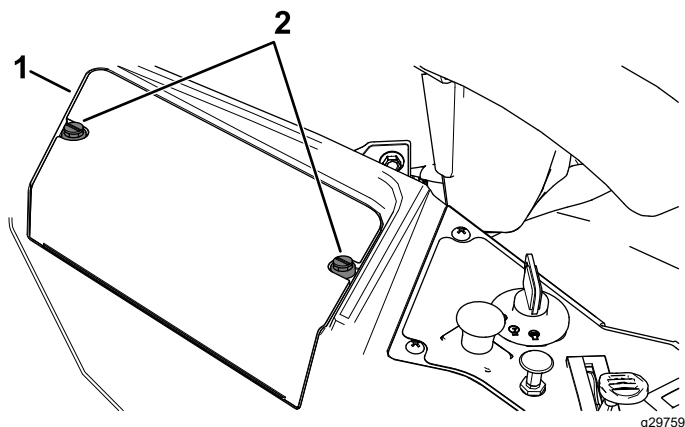

Figura 54
3. Slăbiți cele 2 elemente de fixare de pe capacul bateriei printr-un sfert de tură în sens invers acelor de ceasornic și îndepărtați capacul bateriei (Figura 54).
6. Montezi capacul bateriei prin apăsarea i strângerea celor 2 elemente de fixare în sensul acelor de ceasornic (Figura 54).